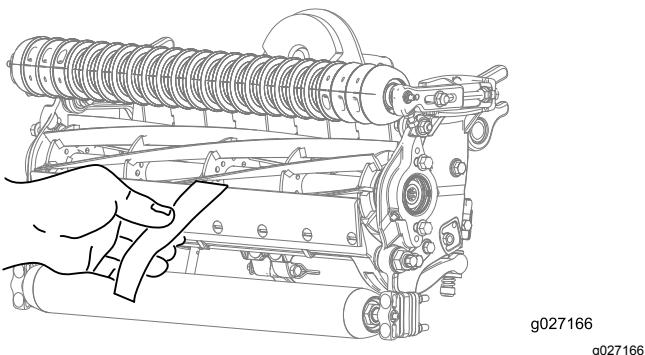

Bild 7
2. Testen Sie die Schnittleistung, indem Sie einen langen Streifen des Schnittleistungspapiers (Teilenummer 125-5610) senkrecht zum Untermesser zwischen die Spindel und das Untermesser legen (Bild 7). Drehen Sie die Spindel langsam vorwärts; das Papier sollte geschnitten werden.